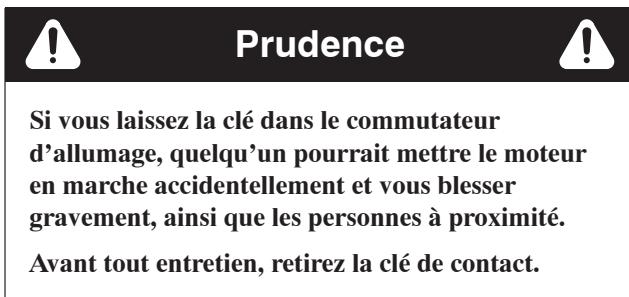

Figure 21
- Bagues d'axe de fourche de roue pivotante (2) (Fig. 21)